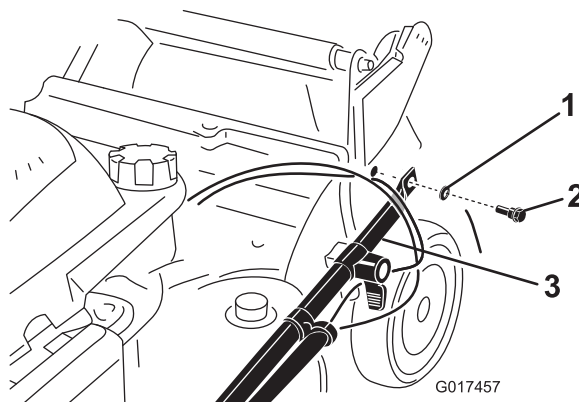

Figura 3
2. Fije los extremos del manillar al alojamiento de la máquina con 2 arandelas y 2 pernos de manillar (Figura 3), pero no apriete los pernos del manillar.
Importante: Coloque los cables en el exterior del manillar (Figura 3).